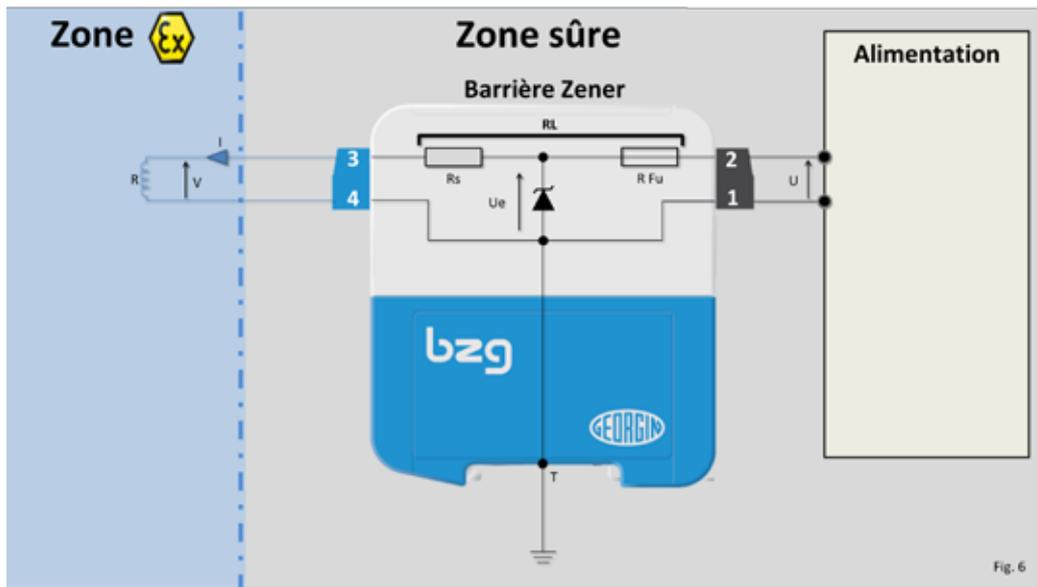

Fig. 6
- La fonction **d'alimentation** est la suivante (fig. 6) :